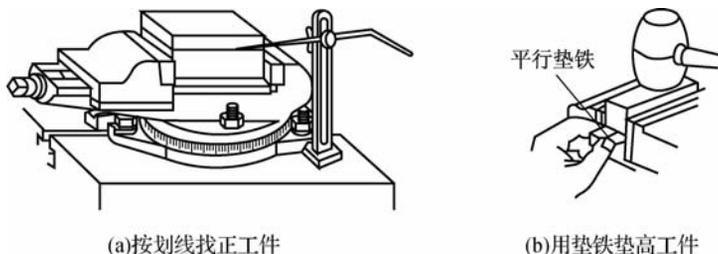

图 7-10 在平口钳上夹持工件
平口钳又称为机用虎钳,钳体可绕底盘回转一定角度。为了便于校正固定钳口的位置,在其底座上装有两个定位键。若将定位键嵌入铣床工作台 T 形槽内,固定钳口与工作台纵向进给方向平行。若将钳体转  $90^\circ$ ,则固定钳口与纵向进给方向垂直。如底盘刻度不在零位和  $90^\circ$  位置,应将固定钳口校正并紧固,然后再装夹工件,如图 7-10 所示。
- (1) 装夹工件时必须将工件基准面贴紧固定钳口,并按线校正,如图 7-10(a) 所示。
- (2) 工件被加工面必须高出钳口,否则要用平行垫铁垫起工件并与垫铁贴实校正,如图 7-10(b) 所示。
- (3) 夹持毛坯时,在毛坯和钳口之间应垫上铜皮,以免损坏钳口。
- (4) 工件应夹紧牢靠,以免在切削力作用下移动。